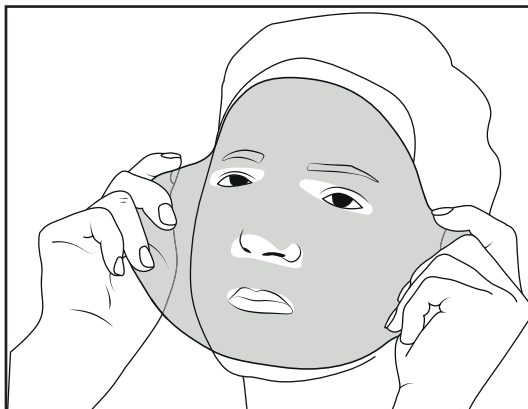

Abb. 3
- 13) Begeben Sie sich in eine zurückgelehnte Position und legen Sie ihren Kopf in den Nacken. Legen Sie die Maske auf Ihr Gesicht. Beginnen Sie mit den Aussparungen für die Augen. Achten Sie darauf, dass ihre Augen passend zu den jeweiligen Aussparungen der Maske passen. Verfahren Sie ebenso mit den Aussparungen für Nase und Mund. Achten Sie darauf, dass Sie frei Atmen können (siehe Abb. 3)